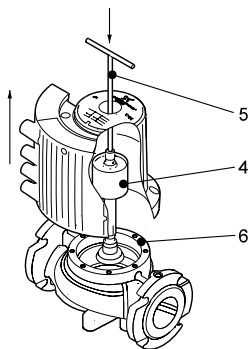

Fig. 2 Modification de la position de la boîte à bornes
2. Retirer la chemise du stator (3). Laisser en place le rotor (4) à l'aide du bon outil (M8) (5) comme indiqué dans la fig. 2.
3. Vérifier si le joint torique (6) est intact. Si non, le remplacer.
4. Tirer la chemise du stator/boîte à bornes (3) dans la position désirée.
5. Placer la chemise du stator autour du rotor. Laisser en place le rotor comme indiqué dans la fig. 2.